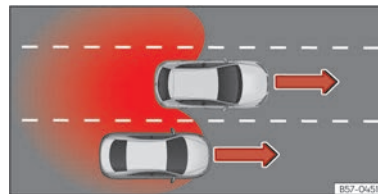

Abb. 116 Überholen auf der mittleren Spur und anschließender Wechsel auf die rechte Fahrbahn.
- Bei Überholung eines anderen Fahrzeugs » (Abb. 116) mit einer Geschwindigkeitsdifferenz von ca. 10 km/h (6 mph). Erfolgt die Überholung wesentlich schneller, erfolgt keine Anzeige.